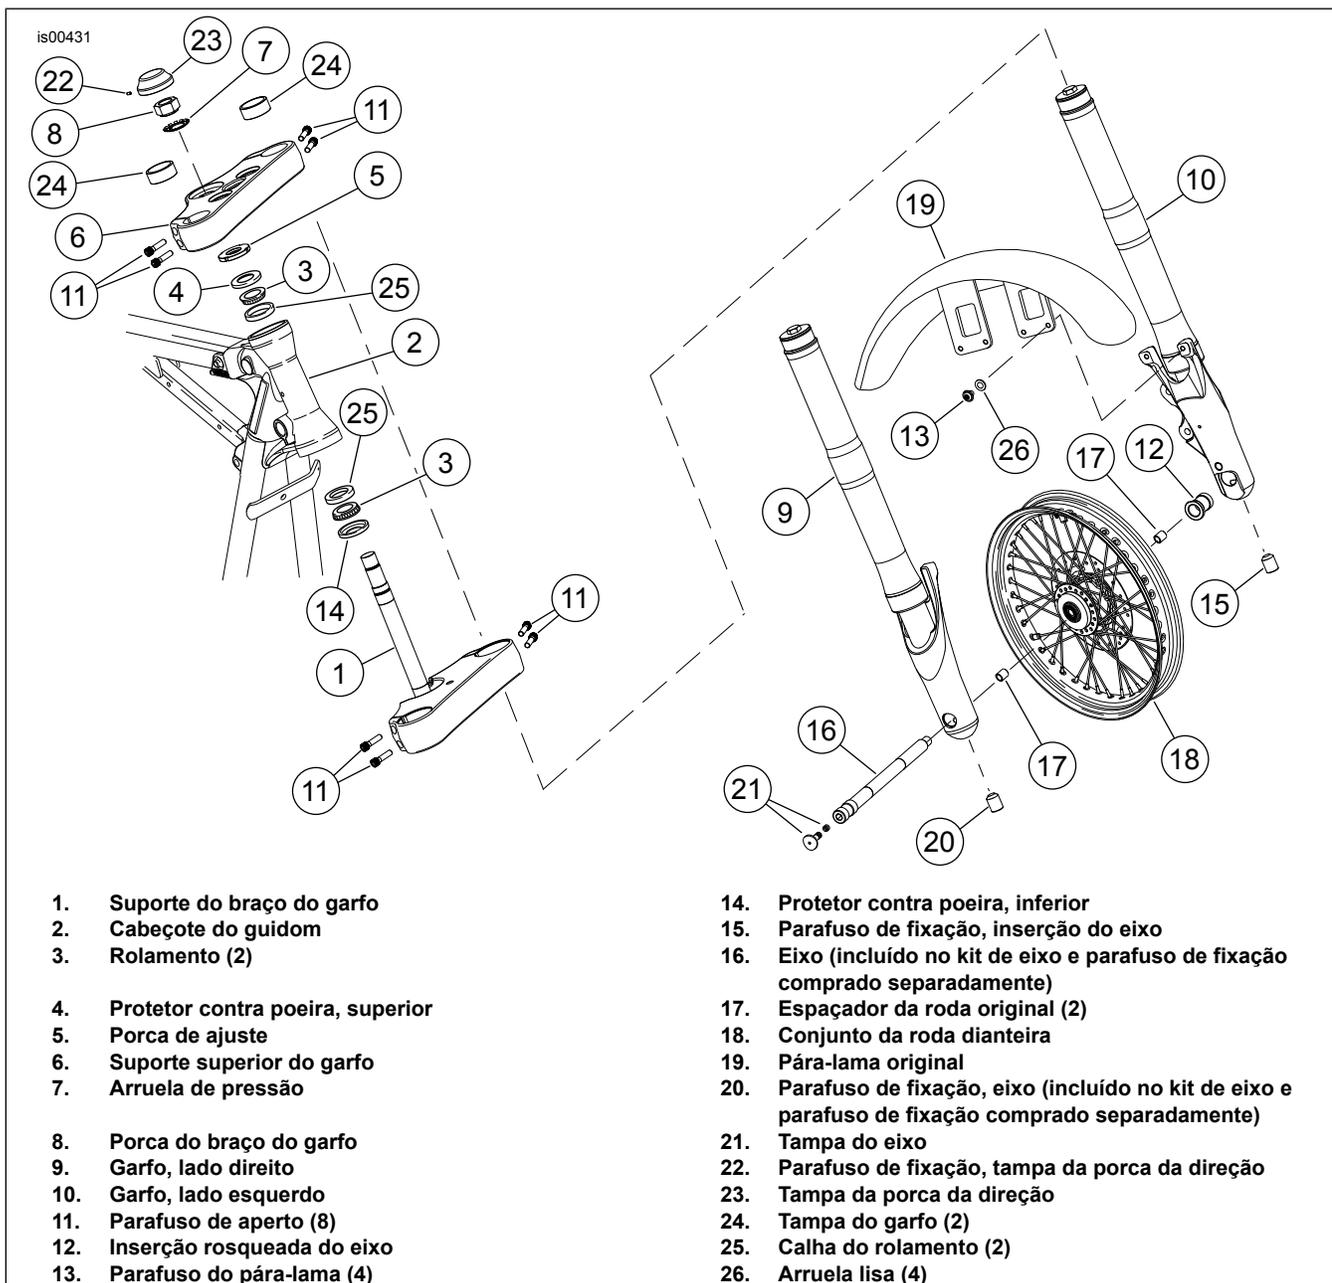

Figura 1. Instalação do garfo invertido
Veja a Figura 1 para executar o procedimento abaixo.
- n. Veja a Figura 1. Aplique uma pequena quantidade de Loctite 243 (azul) no parafuso de fixação da tampa da porca do braço do garfo (22). Instale a tampa da porca do braço do garfo (23) e o parafuso de fixação na porca do braço do garfo.